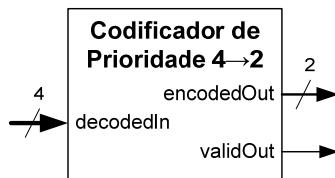

Figura 13 – Interface de codificador de prioridade.
- Construa no seu *log book* a tabela de verdade de um codificador de prioridade $4 \rightarrow 2$ com indicação de saída válida. A interface deste componente é apresentada na Figura 13.